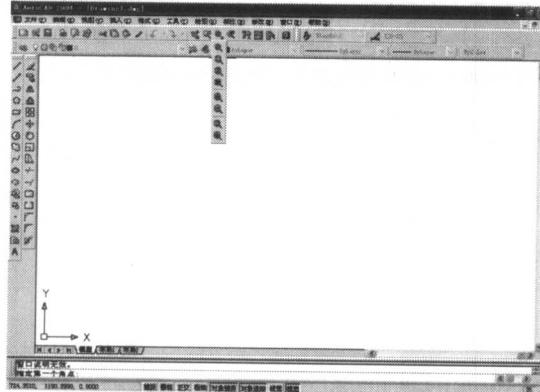

图 1-1-3-2 含子命令的命令
- ✓ 可根据需要打开或关闭工具栏（如图 1-1-3-3）：